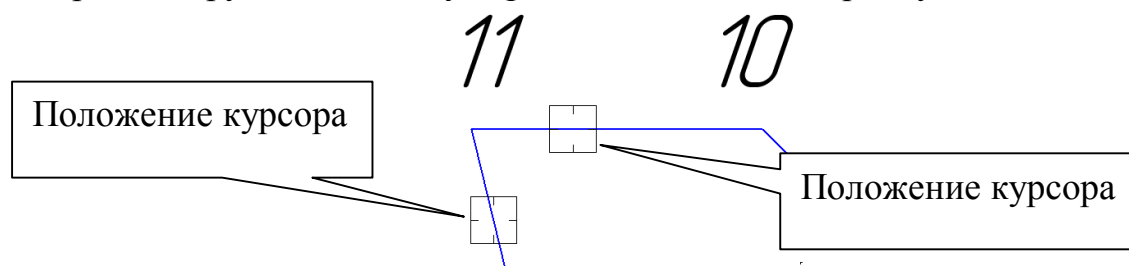

Рис. 30
- Для построения отрезка 11-1 воспользуйтесь командой **Замкнуть кривую**, рис. 30. Для завершения построения нажмите **Прервать команду**
Так как **поле значения радиуса активно**, наберите значение «10», курсором отметьте последовательно отрезки 1 - 11 и 10 - 11, рис. 30. Аналогично постройте скругление между отрезками 5 – 6 и 6 – 7 радиусом 6 мм.